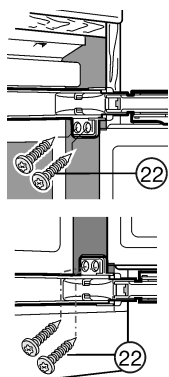

Fig. 16
- ▶ Visser en haut et en bas avec de longues vis à panneaux de particules Fig. 16 (22) à travers les pattes de fixation des charnières.